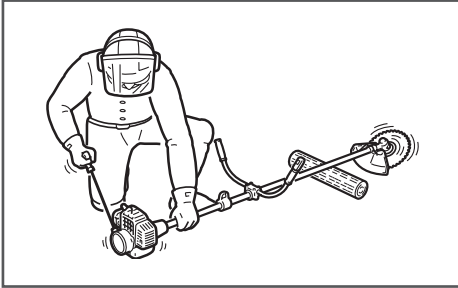

Рис. 10 Положение триммера при запуске
7. Убедитесь, что режущий инструмент не касается земли или других предметов. Проверните коленчатый вал двигателя ручным стартером с помощью ручки (Рис. 10) до тех пор, пока не почувствуете сопротивление, затем медленно опустите ручку стартера вниз. Снова медленно потяните за ручку стартера, пока не почувствуете, что стартер вошел в зацепление с маховиком, после чего, резко и с усилием потяните за ручку стартера и запустите двигатель. Надежно удерживайте триммер, чтобы не потерять над ним контроль во время запуска. Двигатель запускается только на короткое время и сразу глохнет. При необходимости повторите. После запуска двигателя медленно и плавно верните ручку стартера на место.